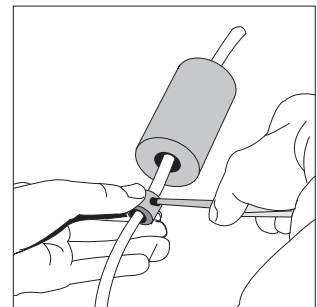

Abb.3
- b) Für eventuelle Verschiebungen das Gegengewicht heben und den Stift, der die innere Hülse festhält, lösen (Abb.3), diese entlang des Kabels in die gewünschte Stellung verschieben und das Gegengewicht wieder einsetzen.